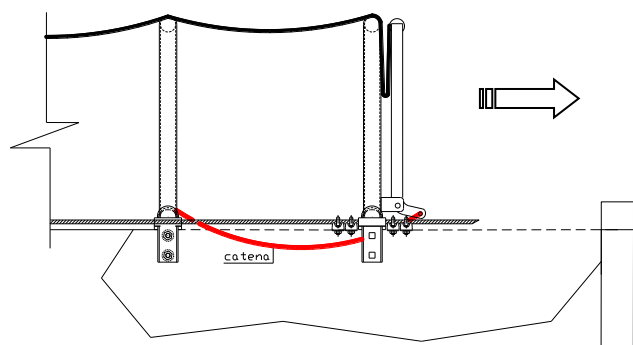

fig. 1
- Actionner le bâchage (manuellement ou électriquement selon le modèle) et couvrir la benne (fig. 1) ;